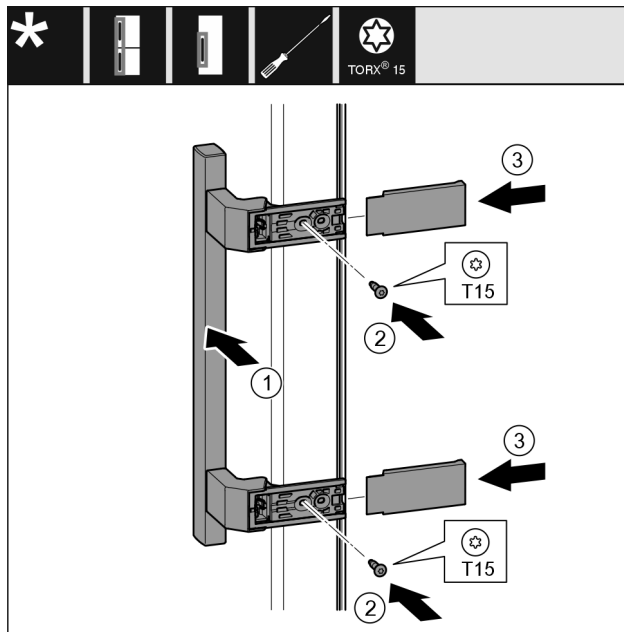

Fig. 22
- Držadlo Fig. 22 (1) nasadíte na opačnú stranu.
- Pevne utiahnite skrutky Fig. 22 (2) skrutkovačom.
- Kryty Fig. 22 (3) nasadíte a nasuniete z boku.